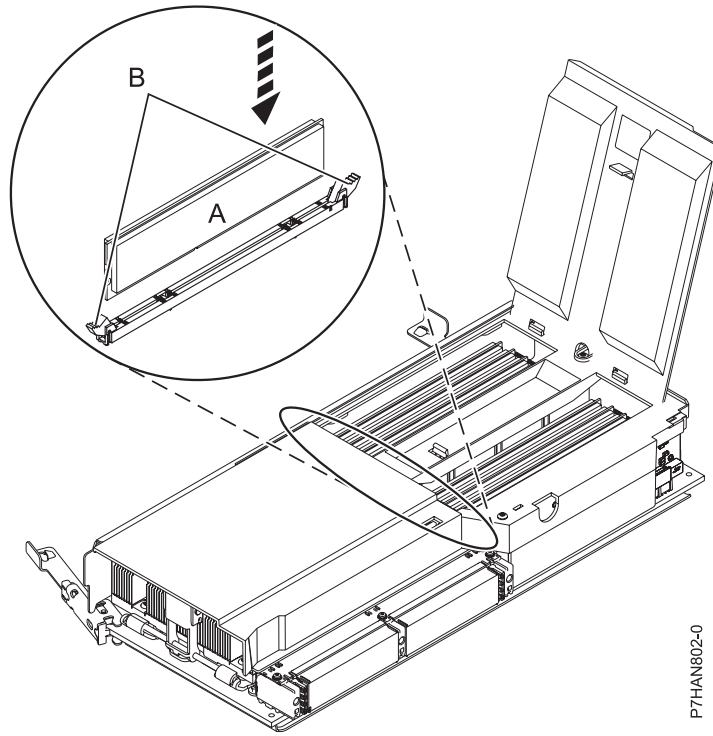

Figure 6. Remplacement d'un module de mémoire
7. Insérez fermement le module de mémoire dans le connecteur **(A)**, comme indiqué sur la figure 6, à la page 10.
8. Bloquez le module de mémoire à l'aide des taquets de verrouillage **(B)** situés de part et d'autre du connecteur du module, comme indiqué sur la figure 6, à la page 10.